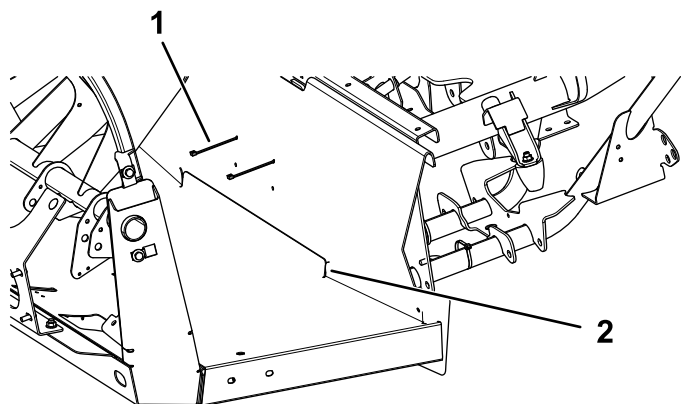

Figura 23
3. Pliegue hacia abajo la aleta e introdúzcala detrás del reborde de la puerta (Figura 23).
4. Fije la aleta con 2 bridas alrededor del tubo del chasis central (Figura 23)